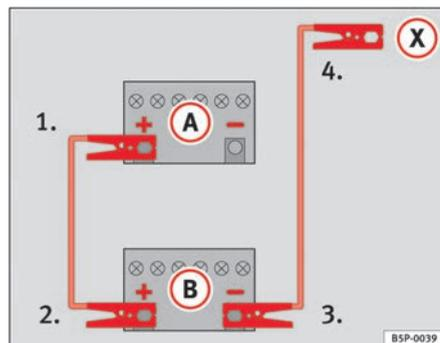

Fig. 180 Schema per il collegamento dei cavi per l'avviamento di emergenza
Nella ⇒ fig. 180 **A** indica la batteria scarica, e **B** la batteria carica.
1. Collegare un'estremità del cavo rosso al polo positivo ⇒ fig. 180 **+** del veicolo con la batteria scarica ⇒ ⚠.